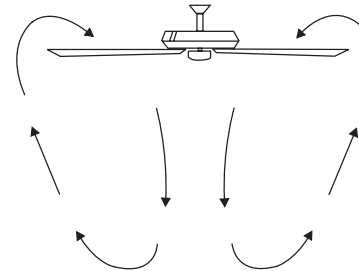

Figura 23
**Operación en clima cálido:** Adelante (sentido contrario a las agujas del reloj) Un flujo de aire hacia abajo crea un efecto refrescante como se muestra en la Figura 23. Esto le permite configurar su aire acondicionado en una temperatura más cálida sin afectar su comodidad general.